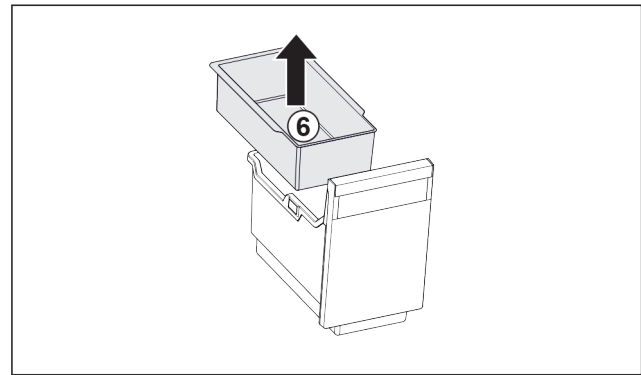

Fig. 97
- ▶ Einhängeschale Fig. 97 (6) entnehmen.